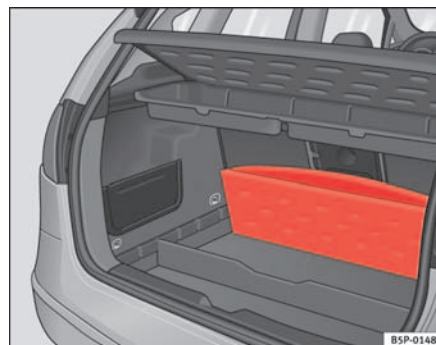

Fig. 103 Tapa maletero plegable
- Levante el piso del maletero y pliérgelo hacia atrás, hasta su totalidad ⇒ página 144, fig. 103.